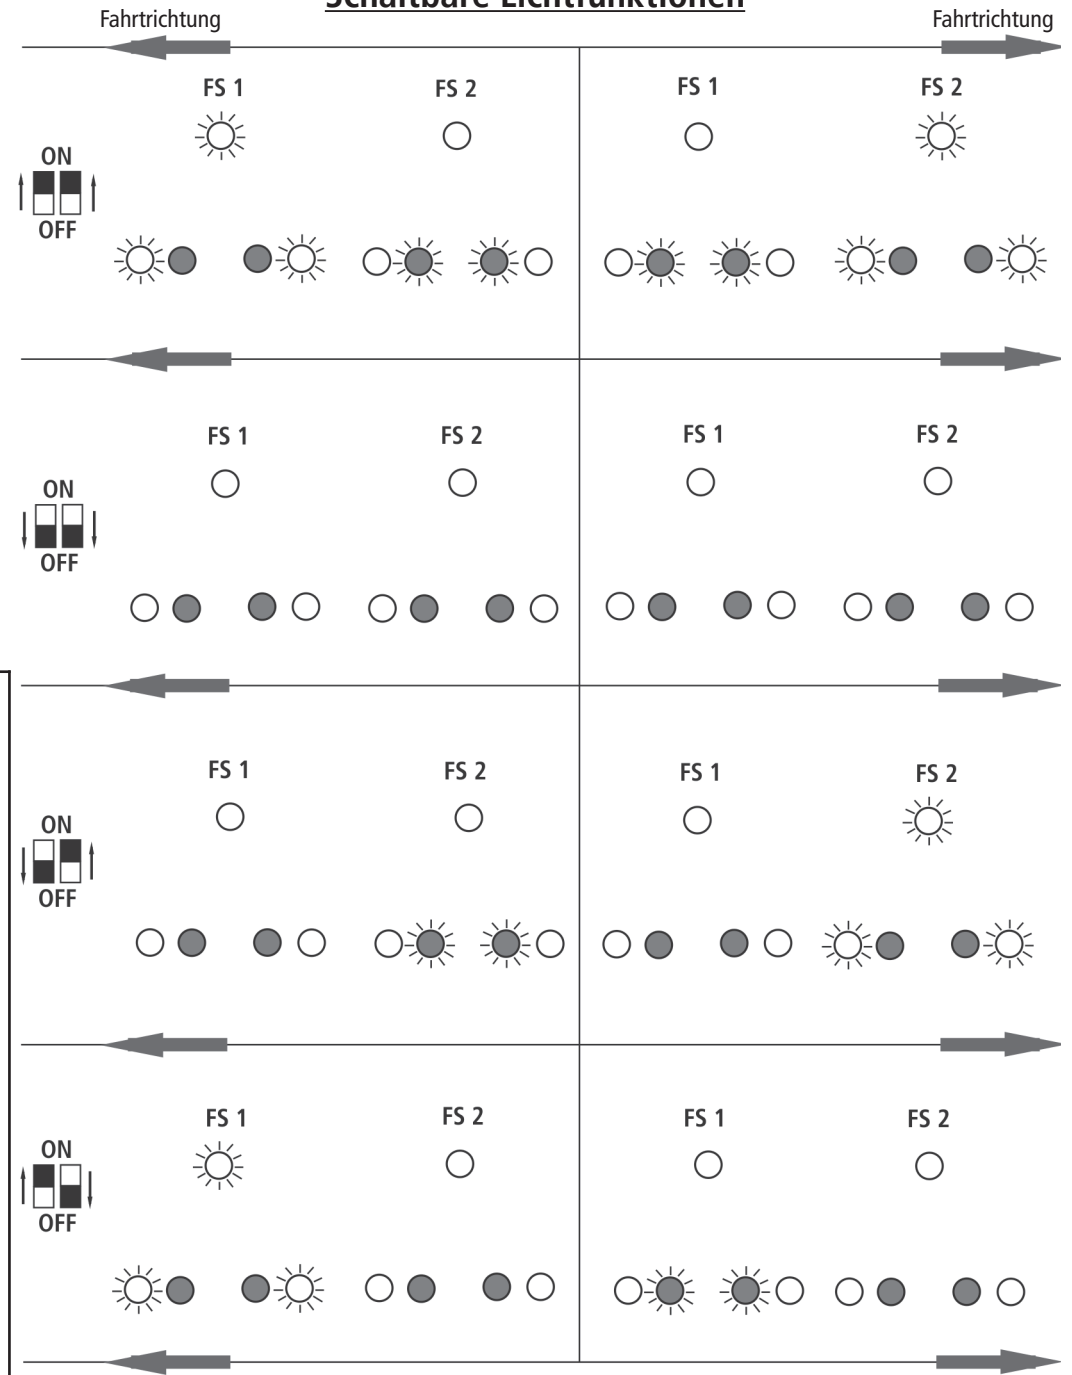
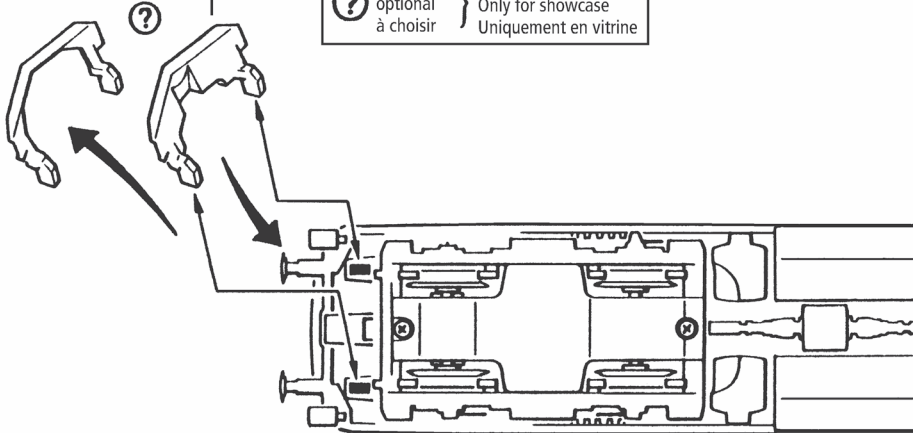

Fig. 6
Fig. 3
Mehrzugbetrieb: Zuerst Lokgehäuse abnehmen (Fig. 3). Danach den Brückenstecker aus der Schnittstelle entfernen (diesen sorgsam aufbewahren). Danach den Stecker des Decoders lagerichtig einsetzen (siehe Fig. 6).
2. Schmierung: Versehen Sie die im Schmierplan in Fig. 7 gekennzeichneten Stellen mit nur **kleinen Öltropfen**. Dazu zuerst das Lokgehäuse abnehmen (Fig. 3). Wir empfehlen den ROCO **Öler Art.-Nr. 10906**. Fürs Schmieren der Getriebeteile (Zahnräder, Schnecke) empfehlen wir das **ROCO-Spezialfett Art.-Nr. 10905**. Im Falle der Schmierung diese Teile **nicht ölen**.
4. Motorwechsel: Lokgehäuse abnehmen (Fig. 3). Danach wird der Motor ausgebaut (Fig. 9).
Finally put the plug of the decoder into the interface as shown in fig. 6.
2. Lubrication: Apply **tiny oil drops** to spots marked in fig. 7. Prior to lubrication dismantle locomotive (fig. 3). We recommend using item no. **10906, Roco oiler**. For lubrication the gearparts (e.g. cogwheels, worm) we would recommend our Roco **special grease** (item no. **10905**).
4. Motor Changing: First remove loco body (fig. 3), and then the motor (fig. 9).
Exploitation en télécommande multi-trains: Enlevez la fiche de shuntage de l'interface (à conserver!) et enfichez finalement la fiche du module de décodeur aux prises de l'interface. Veuillez à la position correcte de la fiche (voir fig. 6).
2. Graissage: N'appliquez **qu'une toute petite goutte** aux endroits indiqués par le plan de graissage (fig. 7) après avoir démonté la caisse de la locomotive (fig. 3). Nous vous recommandons **le graisseur à huile Roco réf. 10906**. Pour graisser les engrenages (roues dentées, vis sans fin) nous vous conseillons la **graisse spéciale Roco réf. 10905** pour engrenages en matières synthétiques. Lorsque vous utilisez cette graisse il faut éviter d'huiler ces composants.
4. Remplacement du moteur: Démontez la caisse (voir fig. 3). Démontez ensuite le moteur (fig. 9).
1. siehe see voir } Fig. 3
1. siehe } Fig. 3